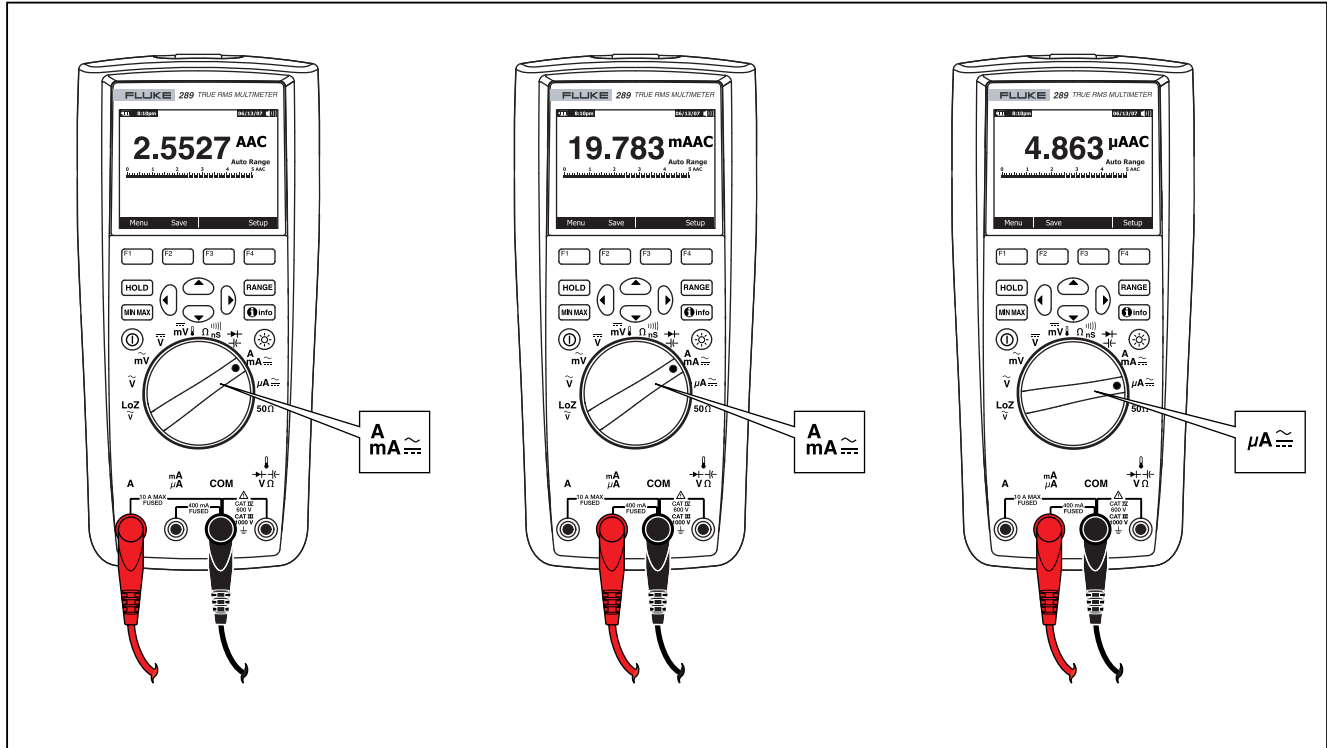

Abbildung 21. Messen von Stromstärke
3. Bei Verwendung der A-Buchse den Drehschalter in Position  $\overset{A}{\approx}$  drehen. Bei Verwendung der mA/μA-Buchse für Stromstärken unterhalb 5000 μA (5 mA) den Drehschalter auf  $\overset{\mu A}{\approx}$  einstellen bzw. für Stromstärken oberhalb 5000 μA auf  $\overset{A}{\approx}$ . Messleitungsverbindungen und Funktionsauswahl siehe Abbildung 21. Für Informationen zu den Alarmen, die das Messgerät erzeugt, wenn die Messleitungen für Strommessungen nicht korrekt verwendet werden, siehe Abschnitt „Eingangsalarmfunktion (Input Alert)“.